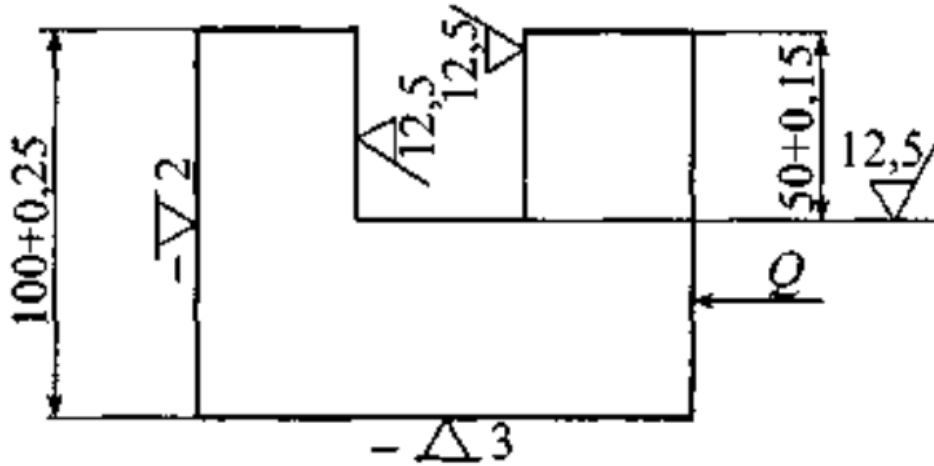

Рис. 3.
7. Определите погрешность базирования (ε_{650}) при фрезеровании паза (Рис.3).